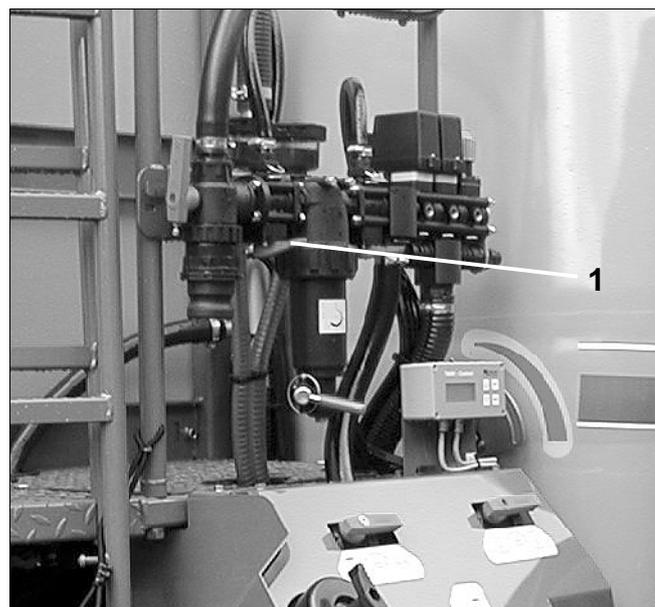

Fig. 7.26
- Düsen zur Behälter-Vorreinigung über den Einfachhahn (Fig. 7.26/1) einschalten.